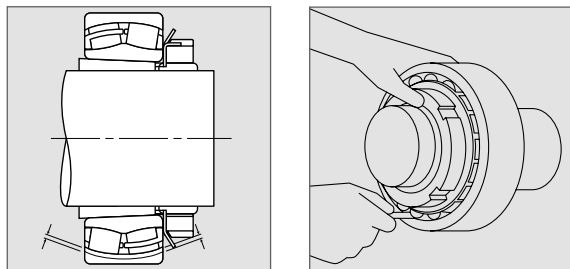

Fig. 2:
6. Ajuste la tuerca de apriete hasta obtener la disminución de juego radial interno requerido descrito en la tabla (pág.54/55). Una vez el rodamiento haya sido montado en el eje, compruebe el juego radial residual interno (parte inferior de los rodillos) (Fig. 2).